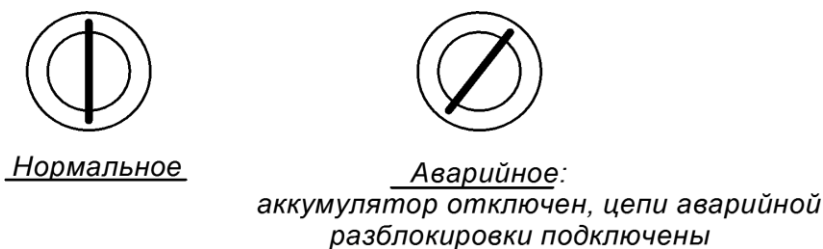

Рис. 2 Ключ выбора режима
5.5. **ВНИМАНИЕ!** В случае появления дыма или постороннего запаха, немедленно отключите изделие от электросети и отключите встроенный резервный источник питания, переведя ключ выбора режима в наклонное положение (см. рисунок 2).
6.3. Убедиться в том, что щель замка выбора режима находится в наклонном положении (см. Рис. 2). В противном случае вставьте ключ выбора режима, входящий в комплект поставки, в замок и поверните ключ в наклонное положение. При этом встроенный аккумулятор резервного питания отключится.
6.8. Подключить аккумулятор резервного питания, переведя ключ выбора режима в вертикальное положение, соответствующее штатной работе изделия (см. Рис. 2). Работа изделия без подключенного аккумулятора резервного питания может быть неустойчивой при колебаниях напряжения в электросети.